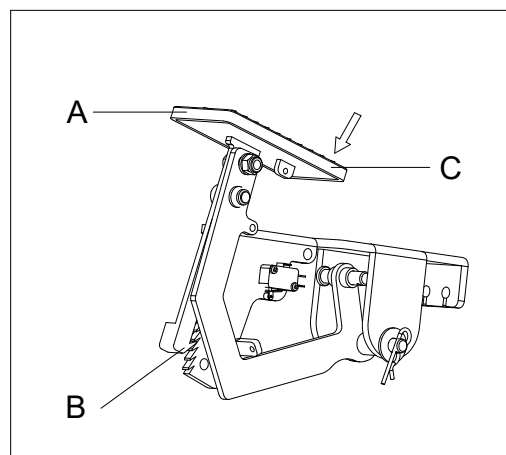

Figura 11
1. Inserire il freno di stazionamento premendo sulla parte anteriore del pedale (A, Figura 11) e innestando la leva (B, Figura 11).
2. Disinserire il freno di stazionamento premendo sulla parte posteriore del pedale (C, Figura 11) e rilasciandolo.